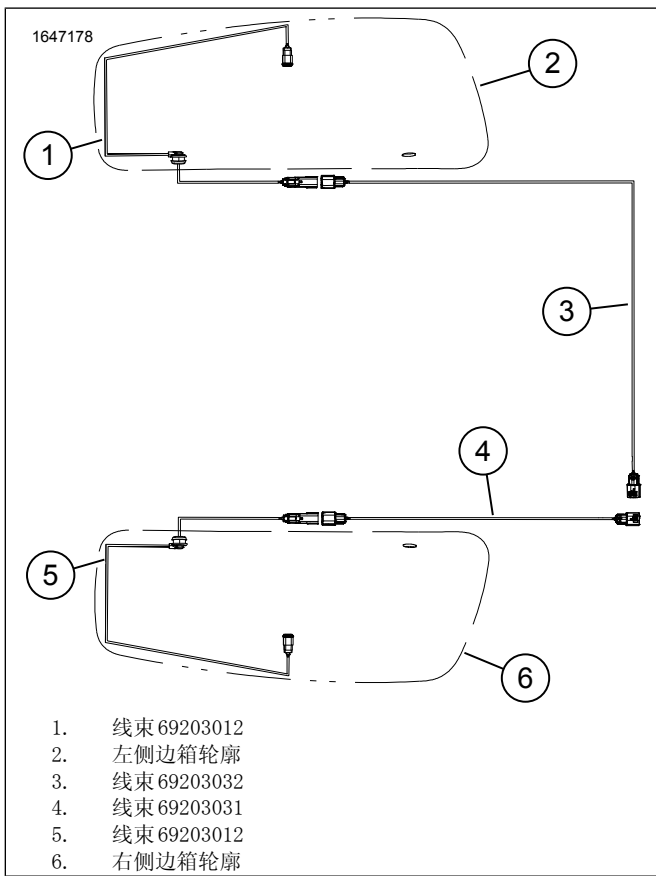
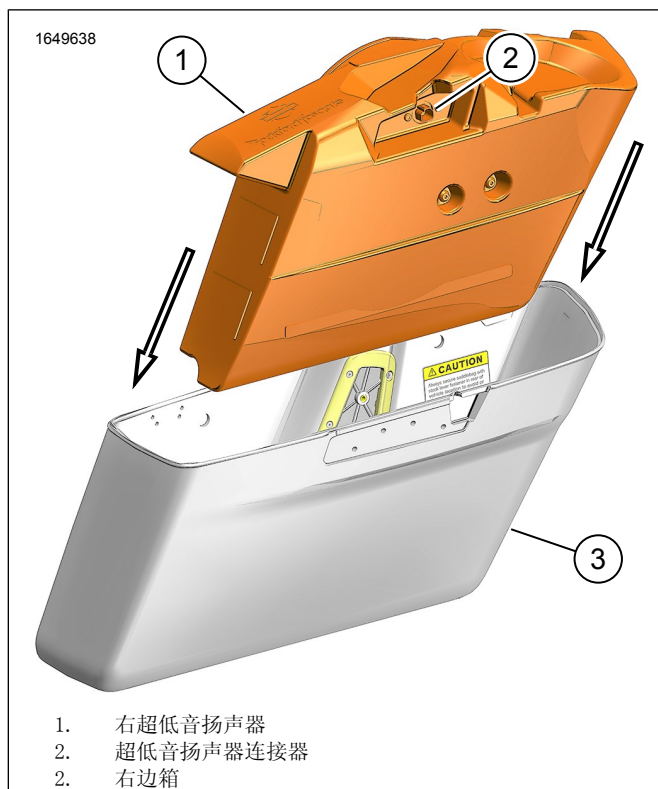

图15。超低音扬声器线束布设
图19. 安装超低音扬声器
- 10. 参见图15。将线束69203012(5)安装进正确的边箱。
- 11. 参见图15。将线束69203031(4)连接至线束69203012(5)。
- 15. 参见图19。安装超低音扬声器(2)。
- 16. 参见图15。将线束69203012(5)连入超低音扬声器连接器(2)。参见图19。
2. 参见图 15。将线束 69203012 (5) 安装进正确的边箱。
3. 参见图 15。将线束 69203032 (3) 连接至线束 69203012 (5)。
7. 参见图 19。安装超低音扬声器 (2)。
8. 参见图 15。将线束 69203012 (5) 连入超低音扬声器连接器 (2)。参见图 19。